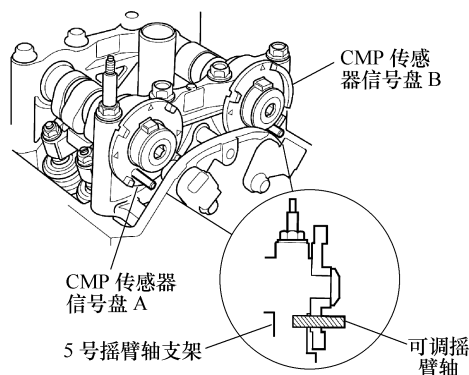

图 2-45 插入止动臂轴
3) 握住进气凸轮轴, 将可调摇臂轴插入到凸轮轴位置 (CMP) 传感器信号盘 A 的保养孔内, 并穿过 5 号摇臂轴支架, 见图 2-45。
4) 握住排气凸轮轴, 将可调摇臂轴插入到凸轮轴位置 (CMP) 传感器信号盘 B 的保养孔内, 并穿过 5 号摇臂轴支架, 见图 2-45。